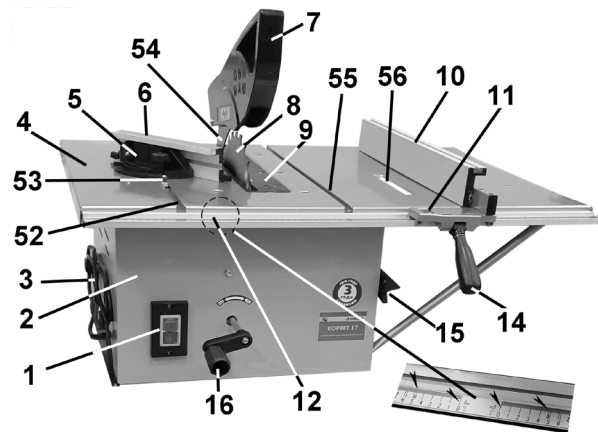

Рис. 6
9. УСТАНОВКА ОБОРУДОВАНИЯ ПИЛЬНОГО СТАНКА, Рис. 6
10.1. Для переоборудования станка для токарных операций необходимо с рабочего стола (4) демонтировать защитные кожухи (7) и вставку стола (9), Рис. 6. Вращением ручки (16) против часовой стрелки опустите пильный диск (8). Снимите параллельный упор (10) и упор для косоугольного и поперечного пиления (5).